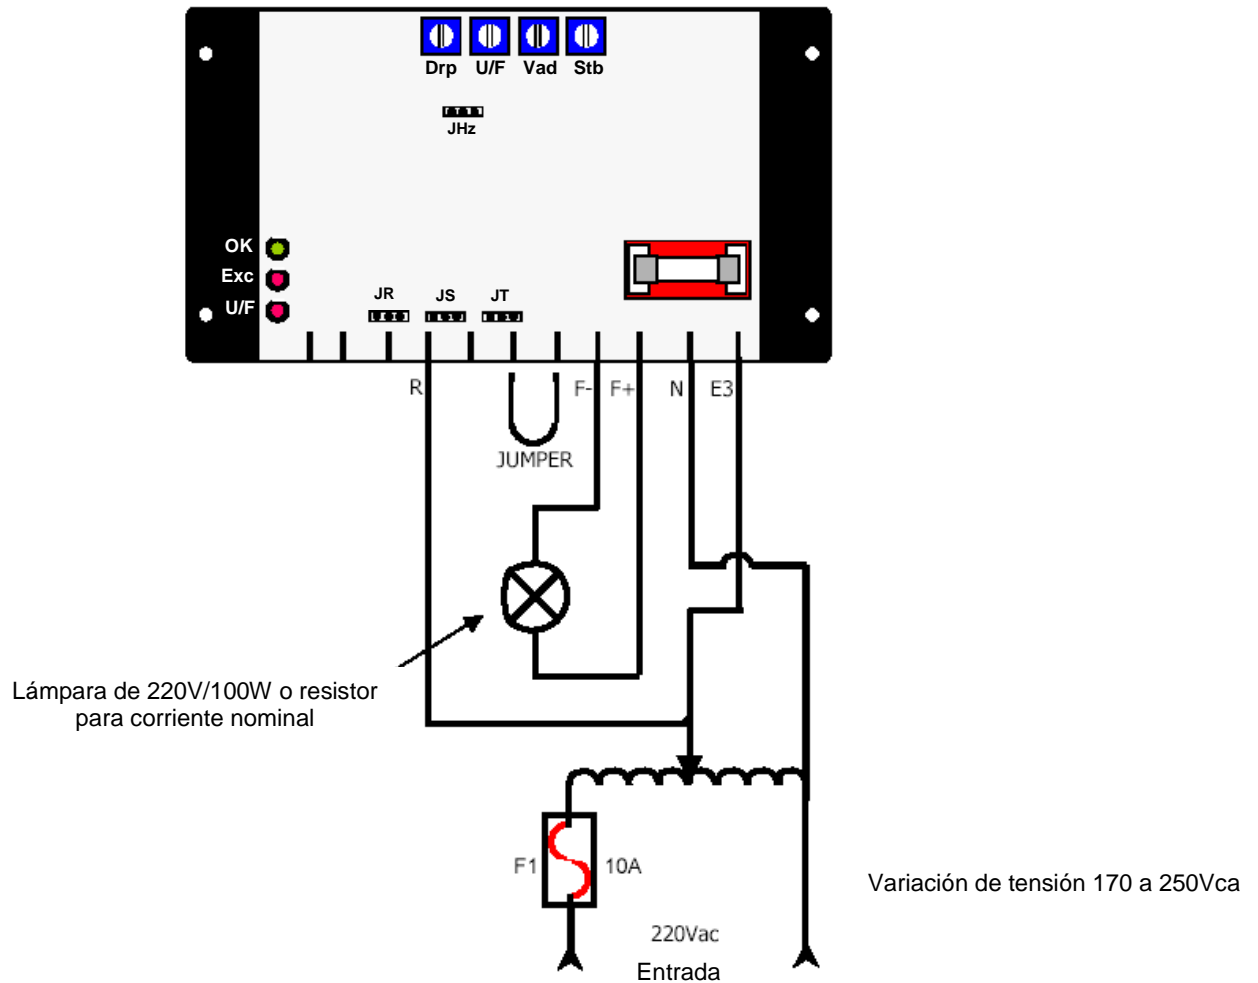

Figura 22.1: Conexión del regulador sin alternador.
1. La tensión de la lámpara debe ser la misma tensión aplicada en la entrada. La Figura 22.1 presenta un ejemplo utilizando una lámpara de 220V/100W.